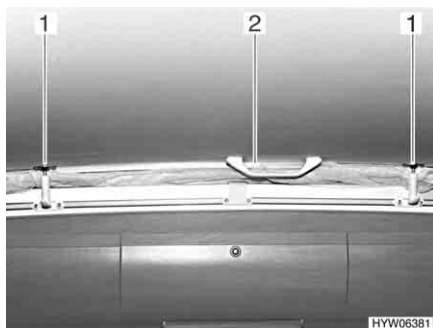

Fig. 22 Tetto sollevabile, chiuso
- Estrarre tutti i tenditori (Fig. 22,1) dal supporto, tirandoli verso il basso.
- Premere il tetto sollevabile verso l'alto mediante le maniglie (Fig. 22,2).
- Tirare verso il basso il tetto sollevabile mediante le maniglie (Fig. 22,2).
- Tirare tutti i tenditori (Fig. 22,1) verso il basso e arrestarli.